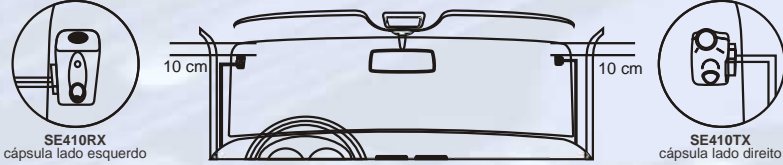

Figura 1. Posição do sensor de ultra-som no pára-brisa.
- Limpe as regiões do pára-brisa onde serão fixados os sensores de ultra-som. Veja Figura 1. Destaque as respectivas fitas dupla-face da cartela e fixe-as no pára-brisa evitando a formação de bolhas. Passe os respectivos cabos e conecte os sensores. Retire as proteções das fitas adesivas e fixe os sensores sobre cada dupla-face.
- Fixe os sensores de ultra-som, veja Figura 1, e ajuste a sensibilidade conforme descrito no item 14.
- Conecte as saídas para travas elétricas conforme descrito no item 11.
- Ligue o controle de som (fio-RX), conforme descrito no item 12 (somente alarme Cyber PX e FX).
- Conecte todos os outros fios (sinais e potências) de acordo com o diagrama de instalação, item 10;